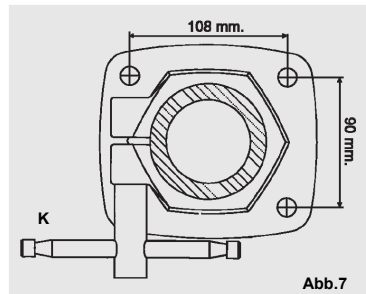

Abb.7
Achten Sie für den Achsabstand zwischen den Bohrungen am Arbeitstisch auf die Abb.7.
Sicherstellen, dass der Blockierungs-Handgriff (K) des senkrechten Ständers an der Basis richtig festgezogen ist (Abb. 7).